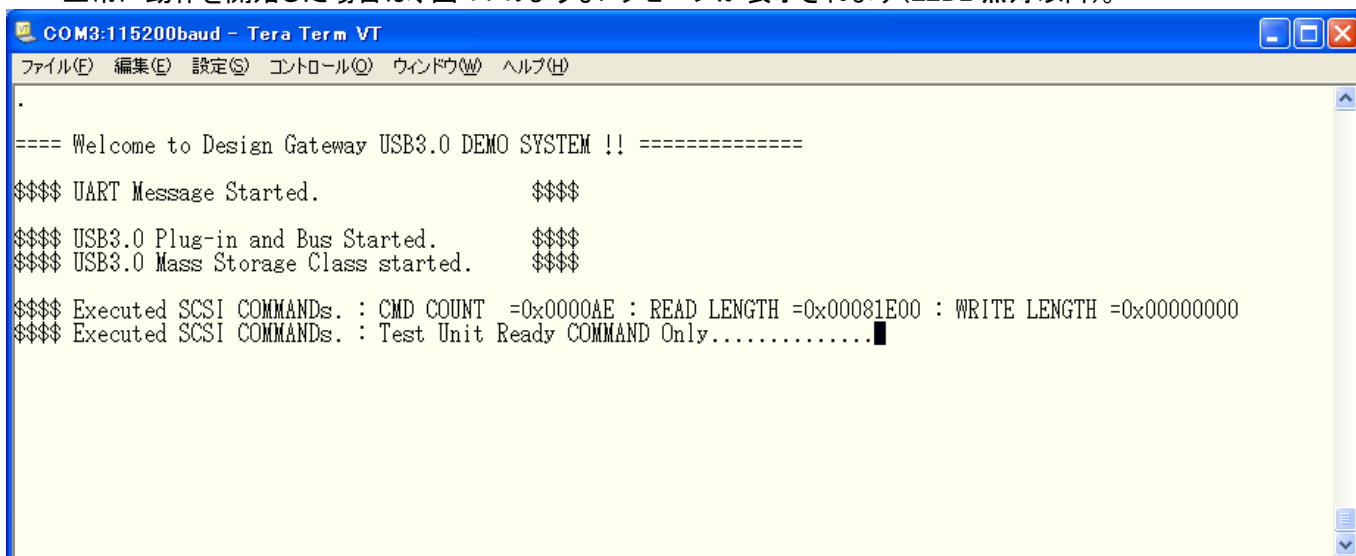

図 14: Mass Storage Class 正常起動後のメッセージ
- 正常に動作を開始した場合は、図 14 のようなメッセージが表示されます(LED2 点灯以降)。